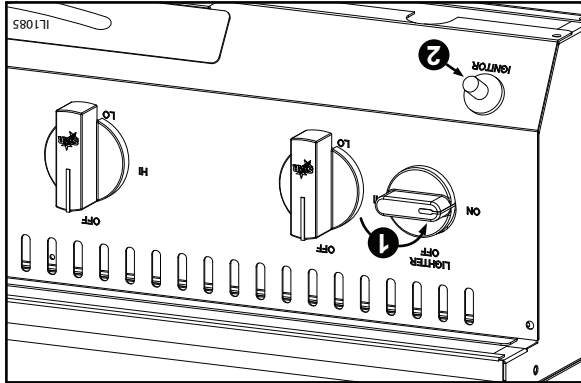

Fig. 1 Tournez le bouton à la position ON (marche) et appuyez sur le bouton de l'allumeur pour allumer le tube de l'allumeur.
3. Tournez le bouton rouge dans le sens contraire aux aiguilles d'une montre à la position « ON » (marche) et enfoncez l'allumeur sur le côté vous voulez allumer. Il peut être nécessaire d'enfoncer l'allumeur plusieurs fois pour allumer le petit tube d'allumeur (Figure 1).